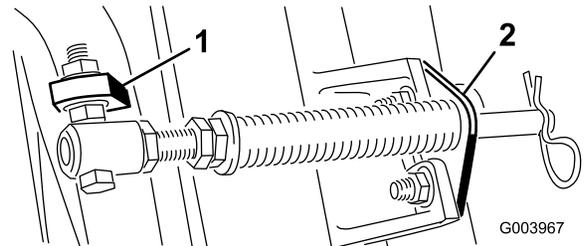

図 5
注 ボルトは、**図 5**に示すように、頭部が外側にくるように取り付ける。
- カッティングユニットのタブにロッドブラケットを取り付け、キャリッジボルトとナットで固定する **図 5**。